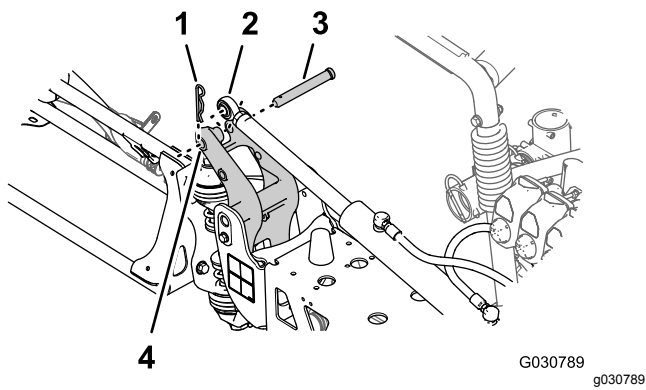

Figura 101
- Alinee la rótula del cilindro de elevación con el orificio de 25 mm del brazo del acoplamiento de giro (Figura 101).
7. Sujete el cilindro de elevación al acoplamiento de giro con el pasador y la chaveta (Figura 101) que retiró en el paso 3 de Retirada del cilindro de elevación (página 30).